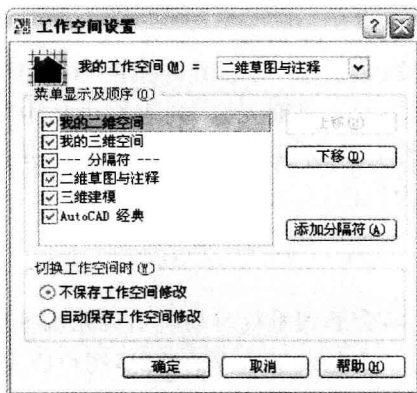

图 1-8 “工作空间设置”对话框
(7) 在 AutoCAD 2008 中,二维绘图和三维绘图需要使用的工具栏有较大的变化,用户还可以按照上述方法设置一个三维绘图的工作空间界面,并将其以文件名“我的三维空间”保存下来,在绘图时可根据需要选择不同的工作空间,提高绘图的效率。
(8) 选择“工具”→“工作空间”→“工作空间设置”命令,或在“工作空间”工具栏中单击“工作空间设置”按钮,调出“工作空间设置”对话框。在该对话框的“菜单显示及顺序”列表框中选中“我的二维空间”选项,多次单击“上移”按钮,将其移动到列表框的顶部,方便选择,如图 1-8 所示。